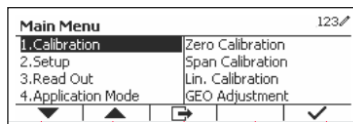

Figure 14
- Exercez une pression longue sur le bouton  pour accéder au menu principal. (Voir Figure 14)